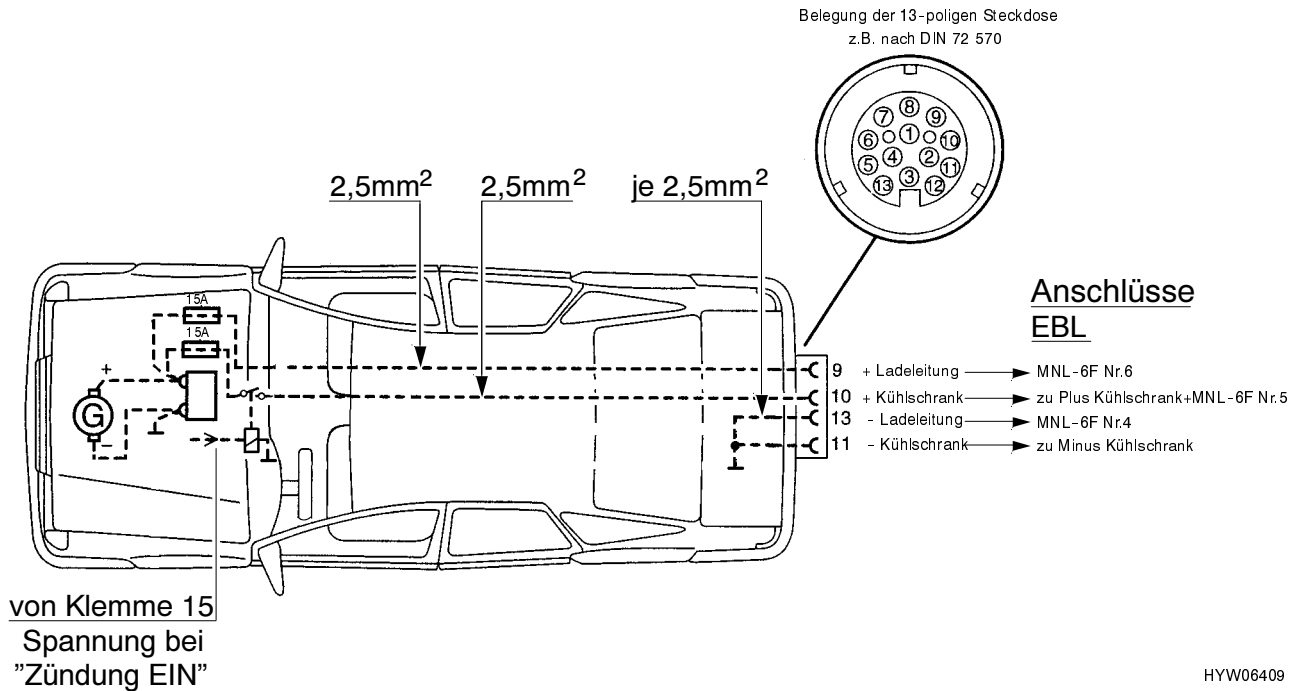

Bild 67 Zugwagen-Installationsplan (Autark-Paket)
- Das Zugfahrzeug muß mit den entsprechenden Kabelquerschnitten nachgerüstet werden (siehe Bild 67).